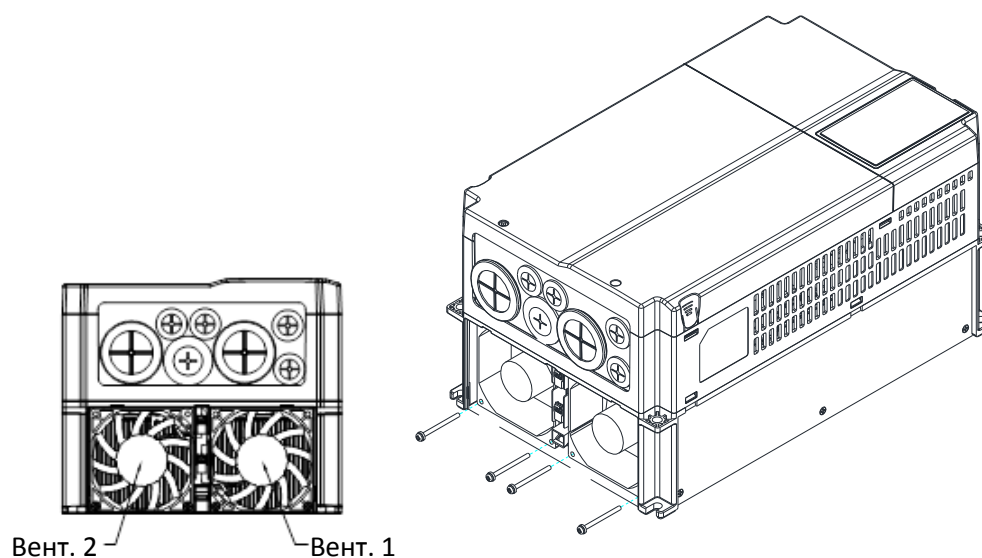

Рис. 2
2. Отсоедините разъем питания, выкрутите винты и снимите вентиляторы, как показано на рис. 2. Устанавливайте вентиляторы заводской табличкой внутрь преобразователя. Момент затяжки винтов: 10-12 кг-см / [8.7-10.4 ф-дм] / [1.0-1.2 Нм]